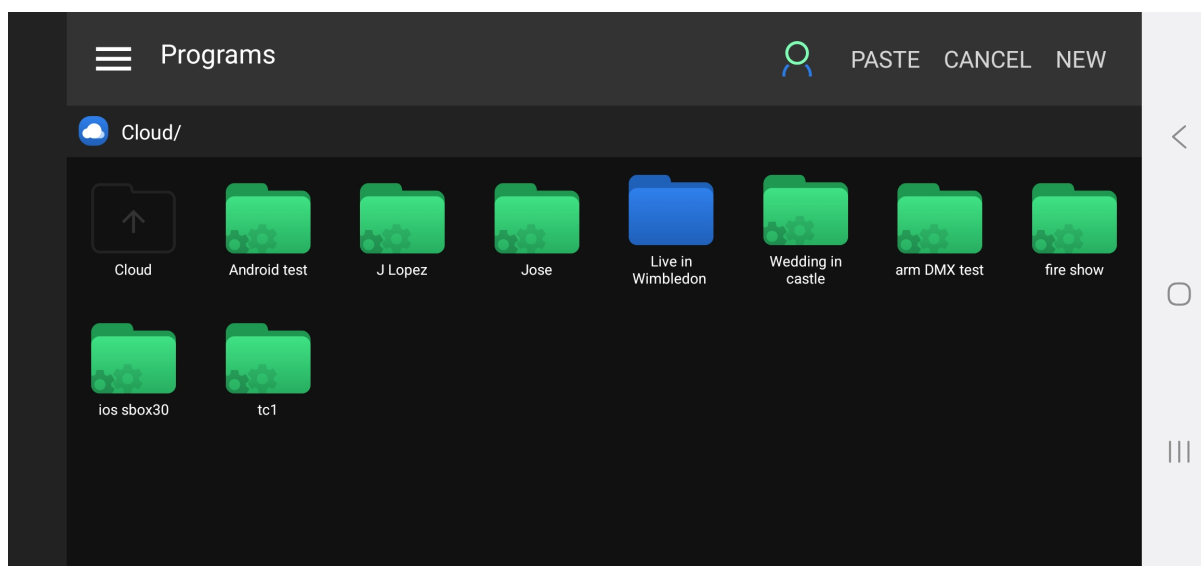

Рис. 43: Экран входа в облачное хранилище
3. На экране загрузится содержимое облачного хранилища (см. рис. 43 на следующей странице) и иконка пользователя поменяет цвет с серого на сине-зеленый , как признак успешного подключения к облачному хранилищу.